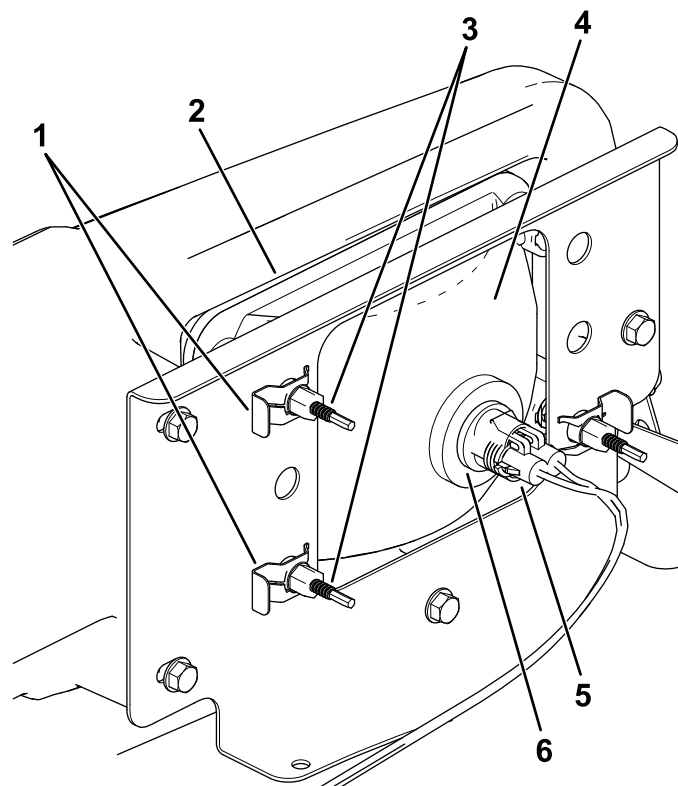

Bild 41
3. Schließen Sie den elektrischen Anschluss für den Kabelbaum vom Lampenanschluss ab (Bild 41).
4. Entfernen Sie die Schellen, mit denen der Scheinwerfer an der Scheinwerferhalterung befestigt ist (Bild 41).
5. Schieben Sie den Scheinwerfer nach vorne durch die Öffnung in der vorderen Stoßstange und entfernen Sie ihn (Bild 41).
6. Setzen Sie den neuen Scheinwerfer durch die Öffnung in der Stoßstange ein (Bild 41).
8. Schließen Sie den elektrischen Anschluss für den Kabelbaum am Lampenanschluss an (Bild 41).
5. Drehen Sie die Einstellschrauben an der Rückseite des Scheinwerfers (**Bild 41**), um den Scheinwerfer zu drehen und den Scheinwerferstrahl einzustellen.